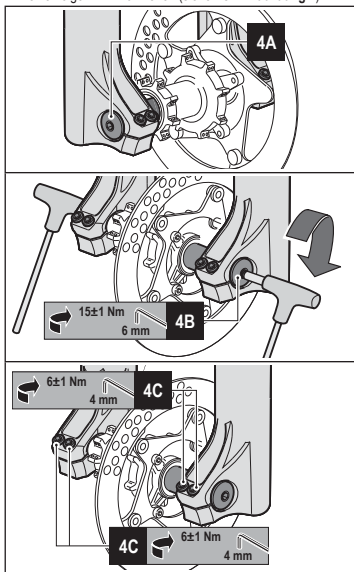

Abbildung 4 - Radmontage auf  $\varnothing 35/\varnothing 38$  gabeln mit Aufnahmefuß mit durchgehender Radachse  $\varnothing 20$  mm
- Die Mitte des Rads mit den beiden Radachsen ausrichten (siehe **4A** in **Abbildung 4**).
- Die Radachse durch die rechte Radaufnahme, das Rad und die linke Radaufnahme schieben (siehe **4A** in **Abbildung 4**).
- Die Radachse mit dem vorgesehenen Moment ( $15\pm 1$ Nm) anziehen, dazu mit einem 6mm-Inbusschlüssel an der Bolzenkappe drehen (siehe **4B** in **Abbildung 4**).
- Die Schrauben an den beiden Radaufnahmen mit einem 4mm-Inbusschlüssel mit dem vorgesehenen Moment ( $6\pm 1$  Nm) in der Reihenfolge "1-2-1" anziehen (siehe **4C** in **Abbildung 4**).